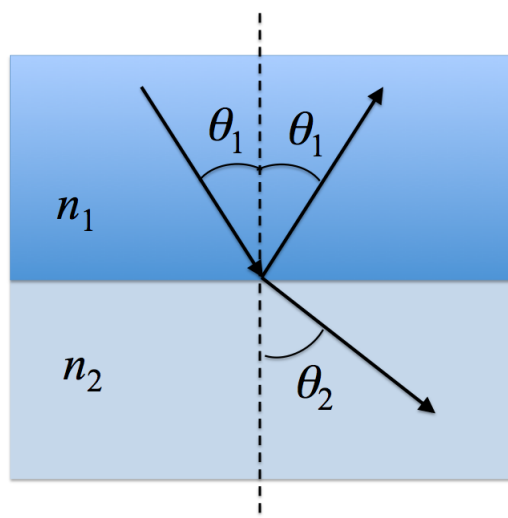

Figura 1: Ley de Snell
En la figura 1 se muestra dicho fenómeno al pasar un rayo de luz de un material (1) a otro material (2). Sean n_1 y n_2 a los índices de refracción de dichos materiales. Llamemos θ_1 al ángulo que hace el rayo incidente con respecto a la vertical en el material (1). A llegar al medio (2) parte de la luz se *refleja* con el mismo ángulo θ_1 , pero la parte que se trasmite al medio (2) se *refracta*, es decir, cambia su dirección al ángulo θ_2 , medido con respecto a la vertical. Estos ángulos están relacionados entre sí por la Ley de Snell: